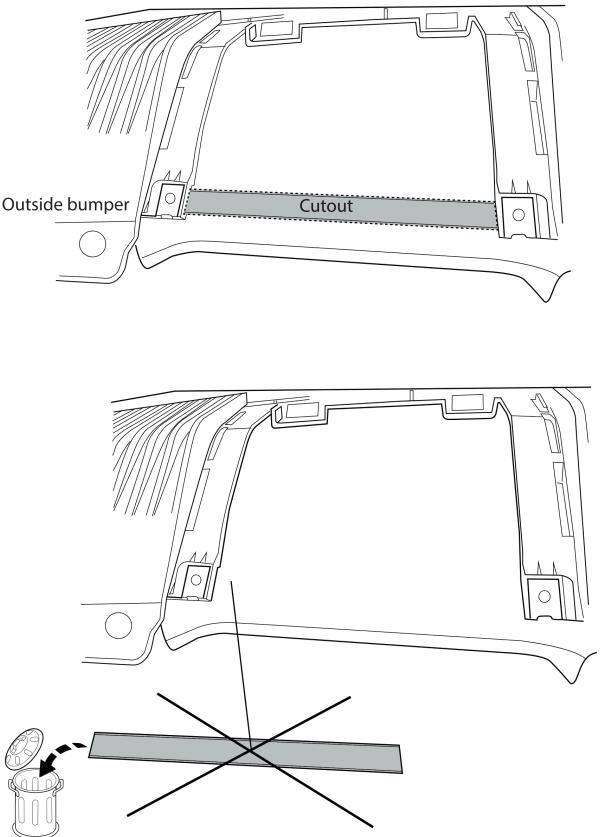

Fig. 4
8. Выпилить обозначенную часть, как указано на рис. 4 & 5.